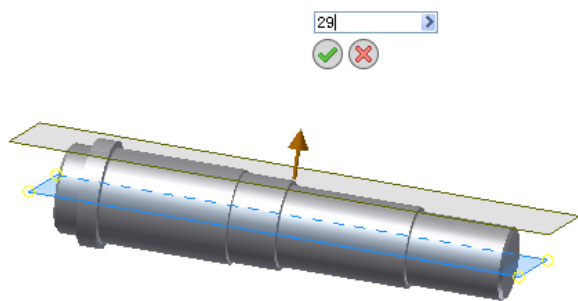

图 7-8 创建工作平面
选择【工作平面】工具以后，在浏览器中的【原点】文件夹下选择【XY 平面】，则此时工作区域内的 XY 平面上出现一个工作平面的预览，在该预览平面上按住左键然后拖动，会打开【偏移】对话框显示要建立的工作平面相对原始平面（这里是 XY 平面）的偏移距离，输入偏移距离为 29，则创建的工作平面恰好与轴的圆柱面相切，单击^②按钮，则创建工作平面，如图 7-8 所示。